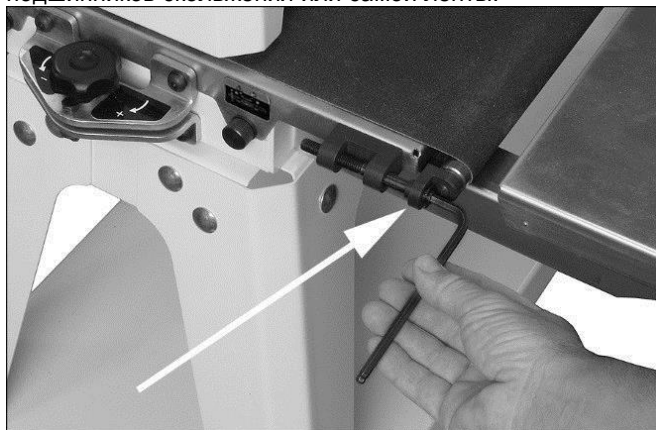

Рис. 8-2: регулировка натяжения ленты
2. Отрегулируйте натяжные винты (Рис. 8-2) при помощи 5 мм торцевого ключа. Сделайте это с двух сторон транспортера, чтобы создать примерно одинаковое натяжение ленты.